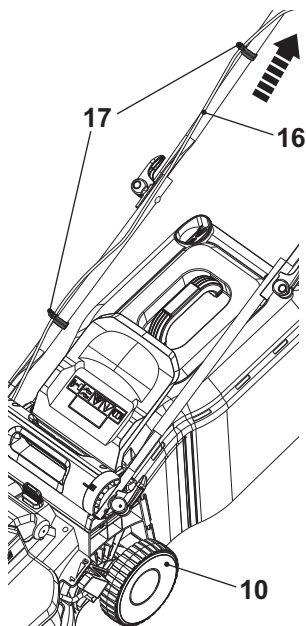

Fig. 4
8. Fixar o cabo de interconexão (16) com dois clipe de arame (17) (Fig. 4). Puxar o cabo de interconexão (16) para evitar o contacto com a roda traseira (10), se necessário.